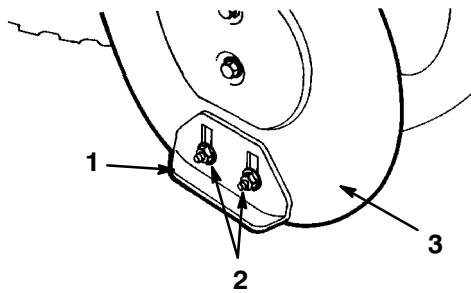

Bild 31
4. Lockern Sie die vier Bundmuttern, mit denen beide Kufen an den Seitenplatten der Schnecke befestigt (Bild 31) sind, bis sich die Kufen leicht nach oben und unten verschieben lassen.
9. Ziehen Sie die vier Bundmuttern fest, mit denen beide Kufen an den Seitenplatten befestigt sind (Bild 31).